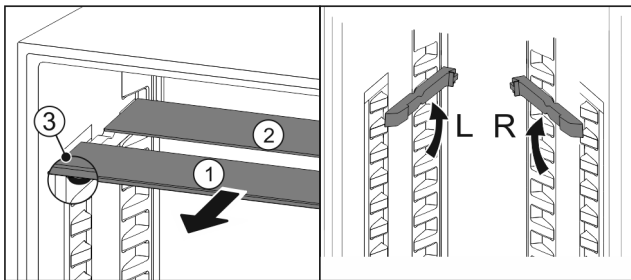

Fig. 69
- ▶ Steklene plošče posamično izvlecite Fig. 69 (1) naprej.
- ▷ Steklена plošča Fig. 69 (1) z okrasno letvijo je spredaj.
- ▷ Zaustavljalniki Fig. 69 (3) so obrnjeni navzdol.